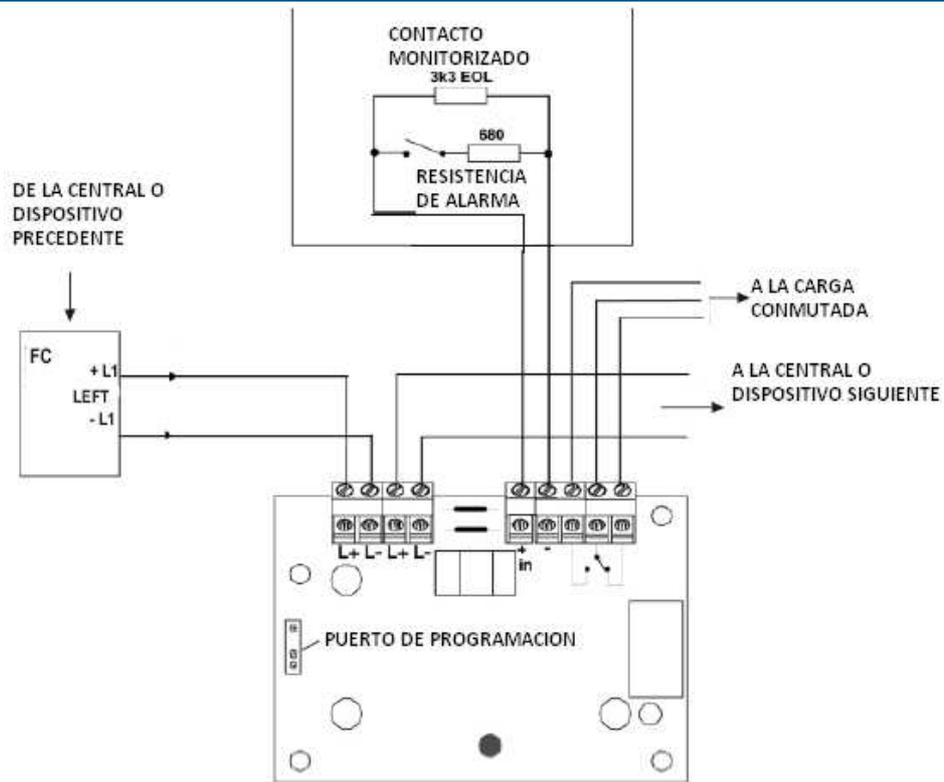

Figura 4: FC410SIO. Diagrama simplificado de cableado.
- Cablear el contacto monitorizado como se muestra en la figura 4.